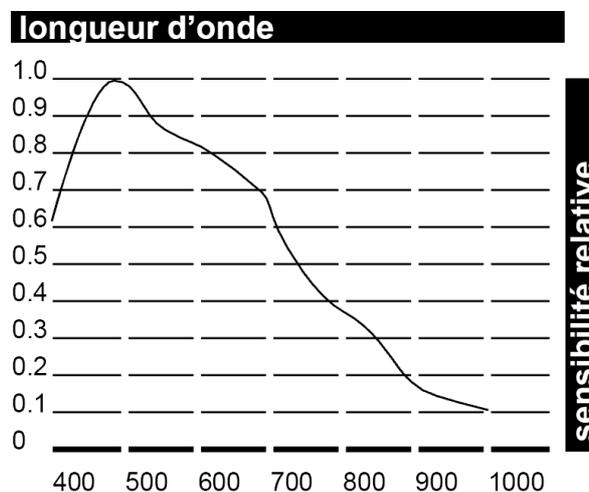

Figure 4 – Sensibilité spectrale relative de la caméra CNL5150V.
- sensibilité spectrale relative (voir figure 4) :